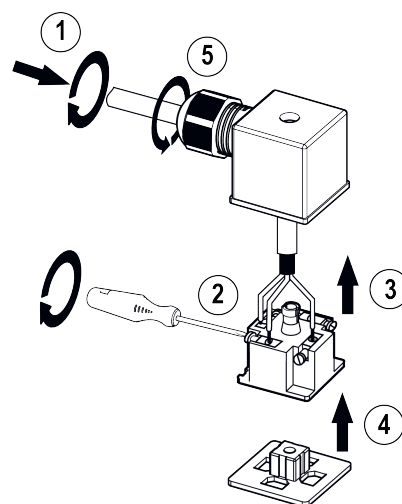

Рисунок 4.2 – Порядок подключения проводов ИП
- выполнить монтаж проводов ИП (см. рисунок 4.2):